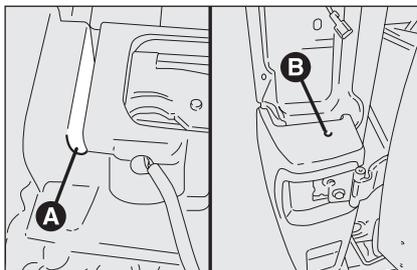

fig. 30b
- dévisser la fixation inférieure A entre pare-chocs central et latéral fig. 30b;
- après avoir démonté le feux arrière, dévisser la fixation supérieure B-fig. 30b;